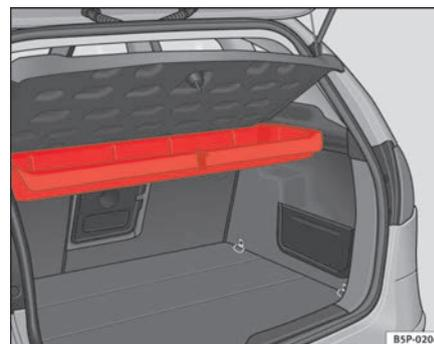
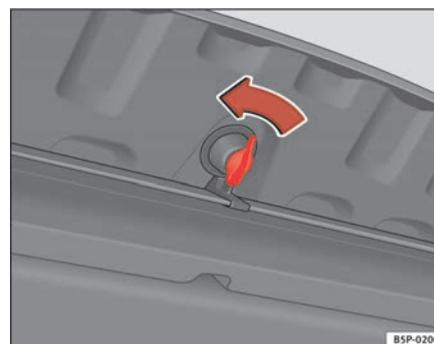

Fig. 121 Alojamiento para el triángulo de preseñalización bajo la bandeja posterior
Fig. 122 Apertura de la caja portaobjetos
El triángulo de preseñalización* se encuentra debajo de la bandeja posterior en una caja portaobjetos ⇒ página 156, fig. 121. Para abrir esta caja portaobjetos, gire el pestillo* 90° ⇒ página 156, fig. 122.
- Abra la caja portaobjetos girando el pestillo* 90° ⇒ página 156, fig. 122.